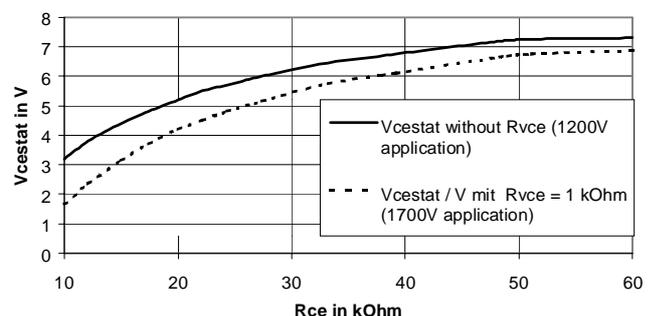

Fig. 4 Abhängigkeit V_{CEstat} von R_{CE}
2. R_{CE} nach Gleichung (1) bzw. (1.1) näherungsweise aus V_{CEstat} berechnen oder mit Fig. 4 bestimmen;
3. t_{min} festlegen und C_{CE} nach Gleichungen (2) und (3) berechnen.